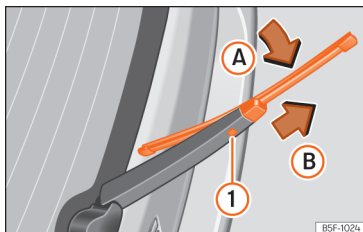

Abb. 42 Scheibenwischerblatt der Heckscheibe auswechseln.
- Wischerblatt leicht drehen » Abb. 42 (Pfeil A).